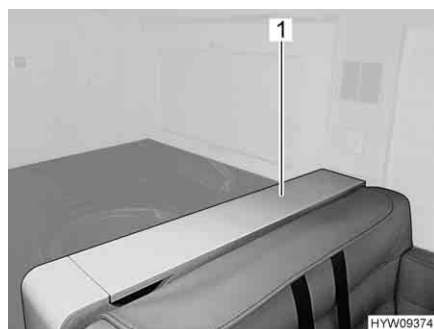

Fig. 82 Schermo piatto (coperchio chiuso)
- Aprire il coperchio (Fig. 82,1).